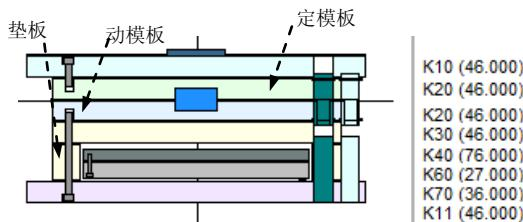
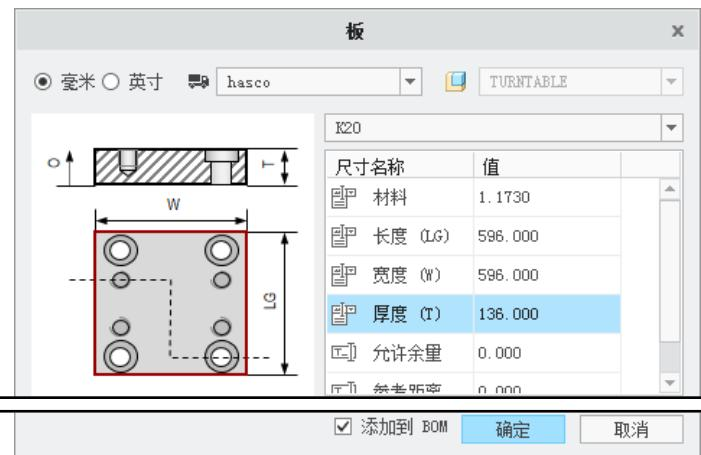

图 30.19 定义模板厚度
图 30.20 “板”对话框
Step1. 定义定模板厚度。在“模架定义”对话框中右击图 30.19 所示的定模板，此时系统弹出图 30.20 所示的“板”对话框，在对话框的 厚度 (T) 下拉列表中选中 136.000 选项，在“板”对话框中单击 确定 按钮。
Step2. 定义动模板厚度。使用同样的操作方法右击图 30.19 所示的动模板，在“板”对话框的 厚度 (T) 文本框中输入数值 65，然后单击 确定 按钮。
Step3. 定义垫板厚度。使用同样的操作方法右击图 30.19 所示的垫板，在“板”对话框的 厚度 (T) 文本框中输入数值 136，然后单击 确定 按钮。